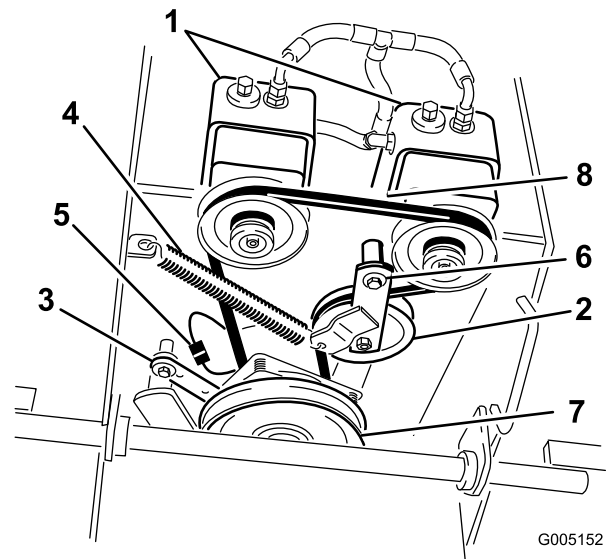

Figure 67
6. Détachez le dispositif de retenue de l'embrayage du plancher moteur (Figure 67).
7. Décrochez le ressort de tension du bâti (Figure 67).
9. Placez le ressort de tension entre le bras de la poulie de tension et la patte du bâti (Figure 67).
10. Reposez le dispositif de retenue de l'embrayage sur le plancher moteur (Figure 67).